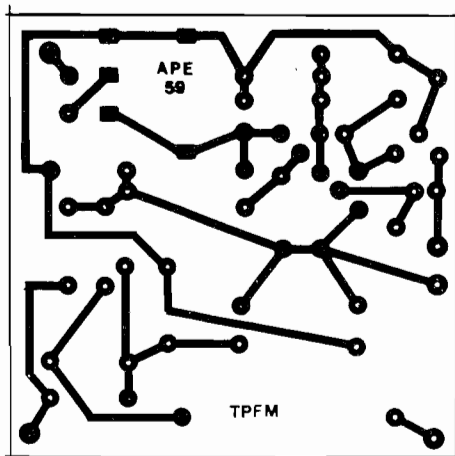

Fig.3
- **FIG. 3 - LAY OUT DO CIRCUITO IMPRESSO ESPECÍFICO** - Em tamanho natural, escala 1:1, vemos na figura o arranjo de ilhas e pistas cobreadas do Impresso, cujo *lay out* deve ser cuidadosamente "carbonado" pelo Leitor/Hobbysta, sobre a face cobreada de um fenolite nas convenientes dimensões. A traçagem devem ser feita com tinta especial, ácido-resistente, ou (preferivelmente), com decalques apropriados, que geram uma solução mais elegante e profissional... Os demais procedimentos de confecção de um bom Circuito Impresso (e sua perfeita utilização...) encontram-se detalhados em inúmeros artigos anteriormente publicados em APE... Aos iniciantes, recomendamos seguir as **INSTRUÇÕES GERAIS PARA AS MONTAGENS** (encarte permanente, nas primeiras páginas da Revista...), que trazem **importantes** conselhos e "dicas" práticas a respeito... Uma cuidadosa conferência final, na busca de defeitos, "curtos" ou falhas, é sempre importante, já que tais deficiências podem ser facilmente sanadas **antes** que os componentes sejam inseridos e soldados... Já **depois**...